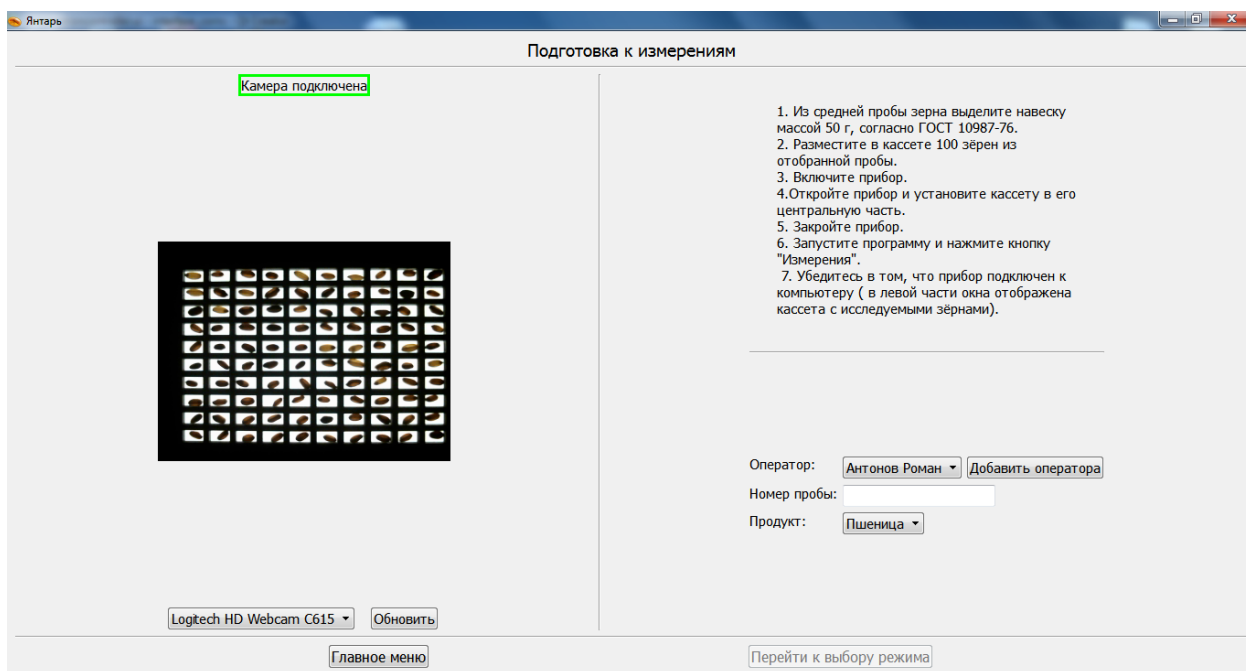

Рис.3 Подготовка к измерениям
- На экране откроется окно «Подготовка к измерениям» (рис.3). В левой части окна отобразится изображение кассеты, полученное с камеры диафаноскопа в данный момент. Если изображение кассеты не отображается, то необходимо нажать кнопку «Обновить». Программа обнаружит все установленные камеры на данном компьютере, добавит их в выпадающий список вариантов выбора камеры и автоматически выберет активную камеру, установленную в диафаноскопе - Logitech HD Webcam C615. В правой части окна отображена информация о порядке работы с диафаноскопом и строки, которые необходимо заполнить: